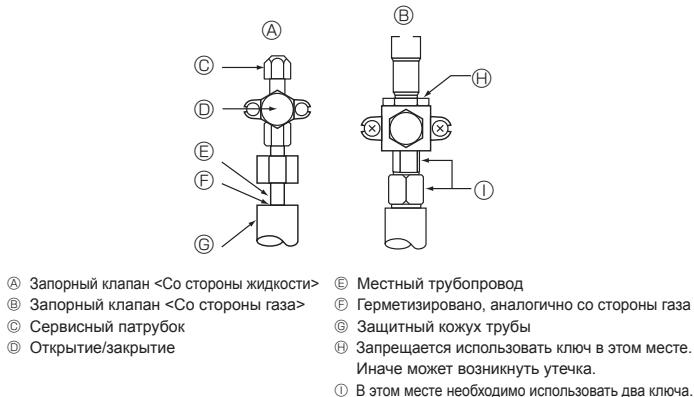

Fig. 4-5
4.4. Методика испытаний труб хладагента на герметичность (Fig. 4-5)